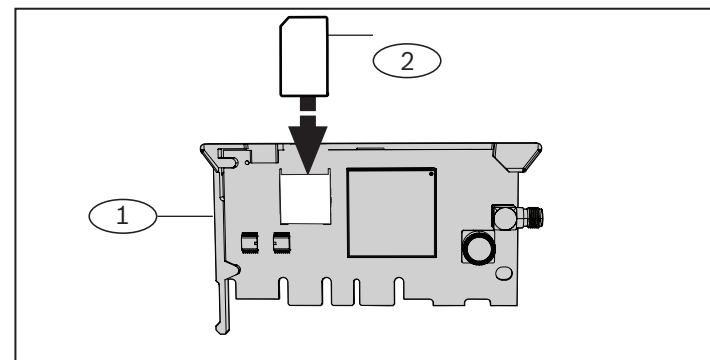

Figura 2.1: Inserir o cartão SIM
2. Insira o cartão SIM no compartimento destinado aos cartões SIM existente no módulo fazendo-o deslizar até à sua posição dentro do compartimento e tendo em conta que o lado do contacto dourado do cartão SIM deve ficar virado para o módulo. Consulte a *Figura 2.1*.